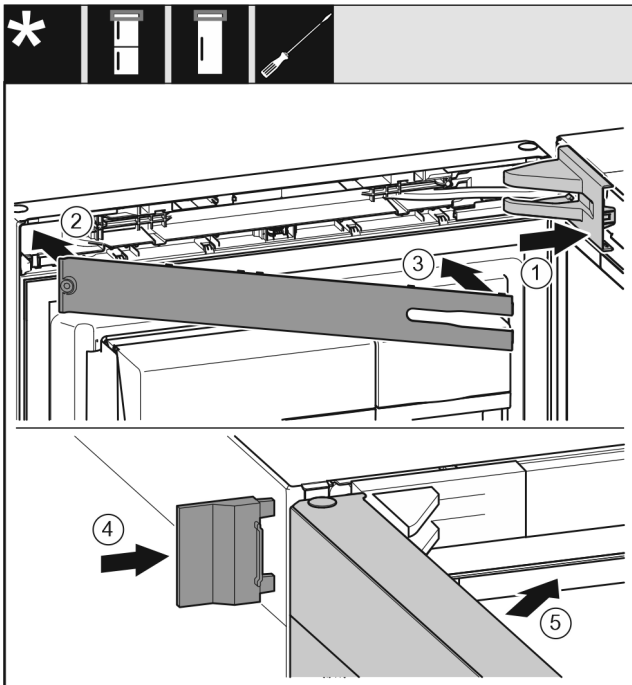

Fig. 27
- ▶ Nasadte a zaklapněte kryt stojanu ložiska, příp. opatrně odtlačte od sebe. Fig. 27 (1)
- ▶ Nasadte záslepku. Fig. 27 (2)
- ▶ Záslepku sklopte a zaklapněte. Fig. 27 (3)
- ▶ Nasuňte vnější kryt. Fig. 27 (4)
- ▶ Zavřete horní dveře. Fig. 27 (5)